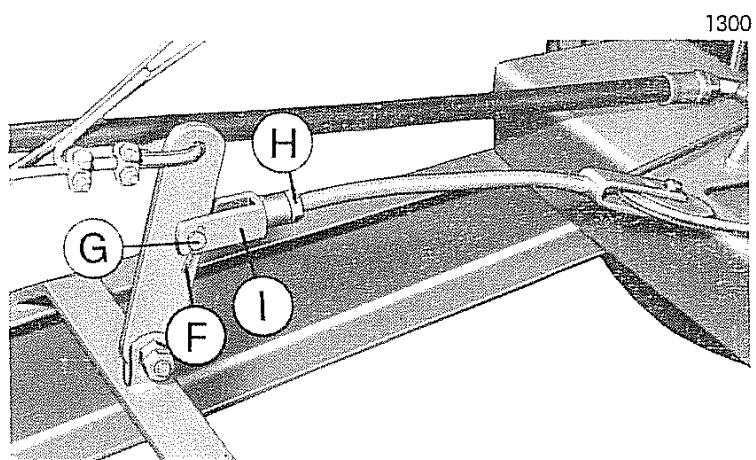

Fig. 12 - Registrazione freni
- Togliere la copiglia **F** e sfilare il perno **G** (fig. 12).
- Avvitare il dado **H** e la forcetta **I** (fig. 12) sul tirante, accorciando così la corsa di frenatura.